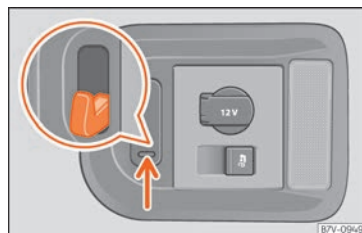

Fig. 176 En el maletero: ganchos para bolsas. »
A la derecha del maletero hay unos ganchos para bolsas basculables » » fig. 176 de los que se pueden colgar bolsas de compra ligeras.
- Presione hacia abajo en los ganchos para bolsas » » fig. 176 (flecha) y abátalos.